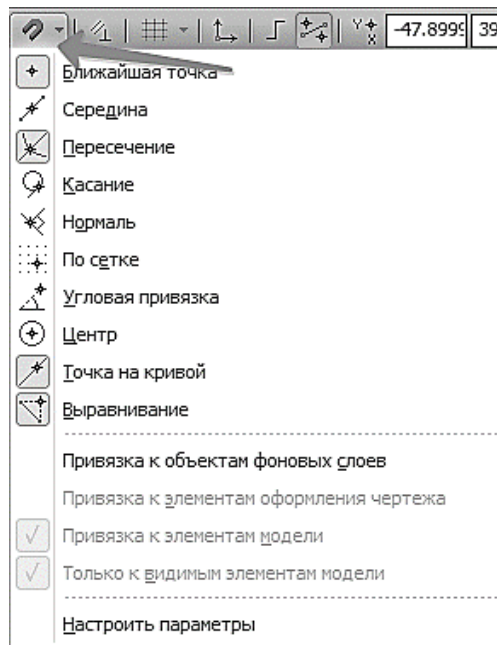

Рис. 96. Окно «Привязки»
4.2.1 На панели **Текущее состояние** выбрать **Привязки** (рис. 96).